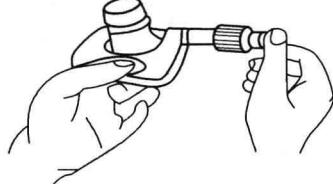

图 1-14 外径千分尺的握法
3) 用左手拿尺架的绝热板,以避免因手温影响测量误差,右手先转动微分筒,接触工件后,再轻轻转动测力装置。当测力装置发出打滑的声音时,便可读数。外径千分尺的握法如图1-14所示。